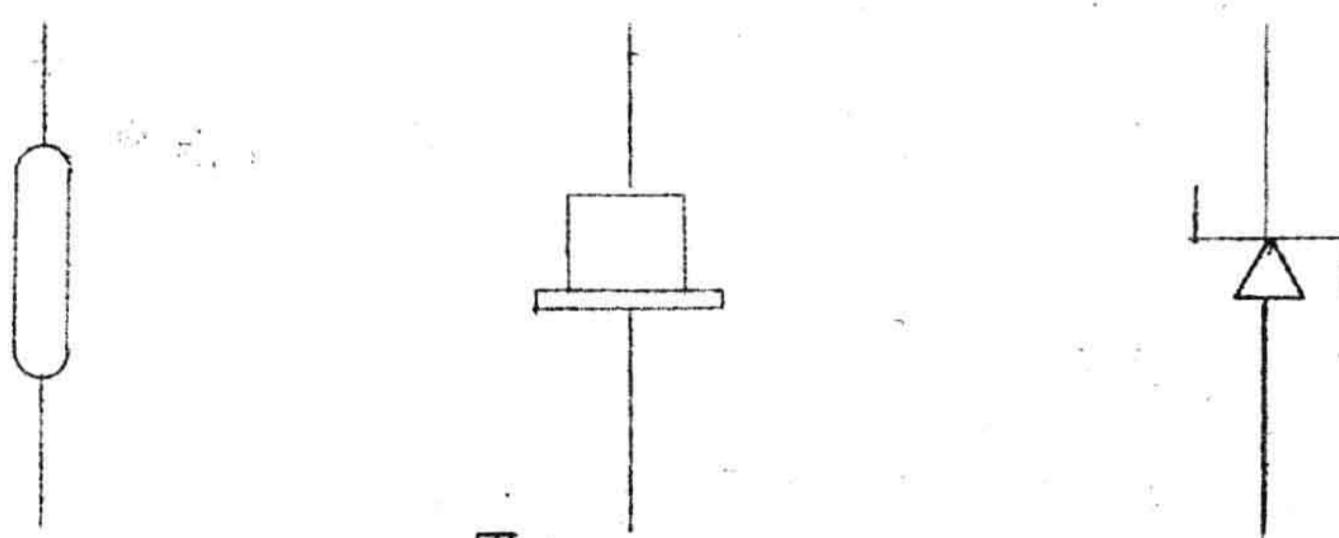

图 6-2-10
1. 稳压二极管：稳压二极管的外形及符号如图 6-2-10 所示。